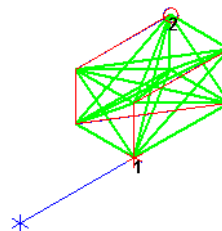

Рис.3
- ▼ **Указанием сегментов** — участок траектории строится произвольным количеством сегментов, лежащих на ребрах и диагоналях параллелепипеда, вписанного между точками (рис.3).